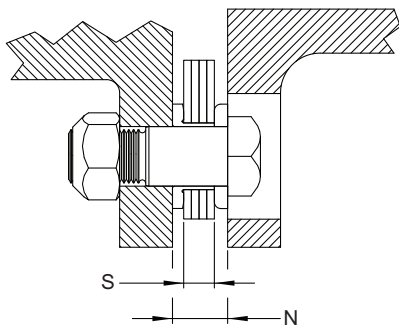

Abbildung 10 – Prüfwerte für die Ausrichtung.
- 9.3. 9.3. Als Referenz während der Montage messen Sie die komprimierte Dicke des komprimierten Lamellenpakets "S" (wie in Abbildung 10 gezeigt) mit einem Mikrometer oder einer Schieblehre, das/die mittig zwischen dem Außen- und Innenrand zweier benachbarter Löcher angelegt wird und notieren Sie den Wert.
- Wenn der Wert $N_{\text{Durchschnitt}}$ außerhalb dieser Spezifikationen liegt, sollte eine präzisere Messmethode angewendet werden, um einen angemessenen Wert für den Spalt zu ermitteln. Messen Sie zunächst die Dicke des Lamellenpakets "S", wie in Abbildung 10 gezeigt. Die Lamellen sollten während der Messung fest zusammengedrückt werden. Berechnen Sie "G", indem Sie "S" von $N_{\text{Durchschnitt}}$ subtrahieren.